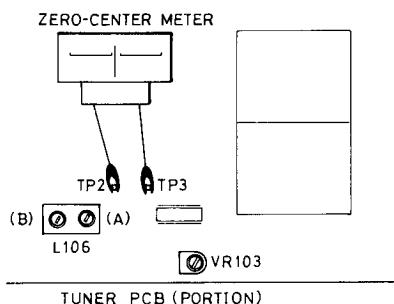

Fig. 2
3. Receive 90MHz (90.1MHz) (1mV) signal from FM signal generator. Adjust the first core (A) of L106 so that the zero-center meter falls on mid-position.
4. Repeat steps 2 and 3 until no further improvement is noticed. (Fig. 2)
Receive 90MHz (90.1MHz) (2 to  $5\mu\text{V}$ ) from the FM signal generator. Verify that the output disappears when the muting switch is set to ON. Then increase the Antenna input level to  $20\mu\text{V}$  and adjust the potentiometer VR103 so that the output just appears. Reduce the antenna input level once, and gradually increase it up to  $20\mu\text{V}$ , at which level the signal output should appear. (Fig. 2)
4. Ajuster le premier noyau (A) de L106 jusqu'à ce que le compteur à zéro central affiche une valeur en position moyenne.
5. Ajuster ensuite le noyau (B) de L106 de façon à obtenir une distorsion minimum.
6. Répéter les opérations des points 2 et 3 jusqu'à ce qu'il ne soit plus observé d'amélioration. (Fig. 2)
Appliquer un signal 90MHz (90,1MHz) (2 à  $5\mu\text{V}$ ) à l'aide du générateur de signaux MF. Vérifier que la sortie disparaît lorsque le commutateur d'amortissement est amené sur la position ON. Augmenter ensuite le niveau d'entrée sur antenne à  $20\mu\text{V}$  et ajuster le potentiomètre VR103 de façon à ce que la sortie apparaisse tout juste. Réduire rapidement le niveau d'entrée sur l'antenne et l'augmenter progressivement jusqu'à  $20\mu\text{V}$ , niveau auquel la sortie du signal doit alors apparaître. (Fig. 2)